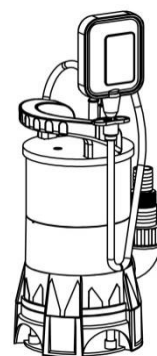

Рис. 6
Если вставить кабель в фиксирующее устройство поплавкового выключателя (3) противоположной стороной и кабель поплавкового выключателя вытягивается в правильное положение, поплавковый выключатель будет всегда включен, если не убрать его или не выключить вручную (Рис. 6)